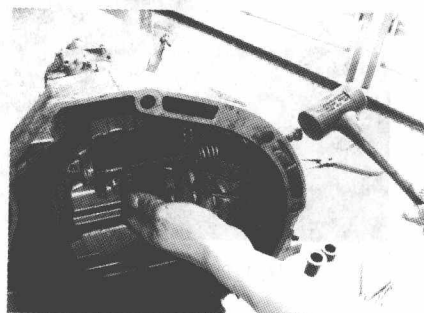

图 1-22 安装分离叉轴套
4) 用专用工具将分离叉轴套装入变速器壳内,如图 1-22 所示。